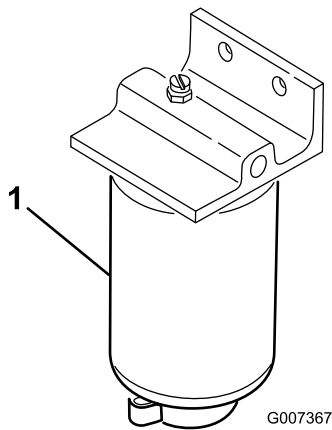

Bild 58
1. Stellen Sie einen sauberen Behälter unter den Kraftstofffilter (Bild 58).